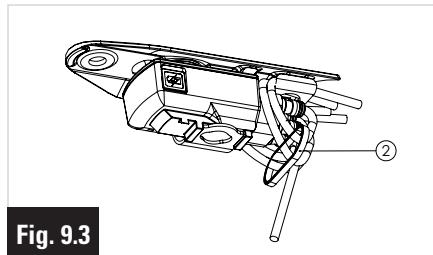

Fig. 9.3
- 7- Passare un collarino di serraggio in plastica ② attorno ai 4 fili sotto la scatola per tenerli insieme. Non perdere il filo che va nel telaio (Fig. 9.3)